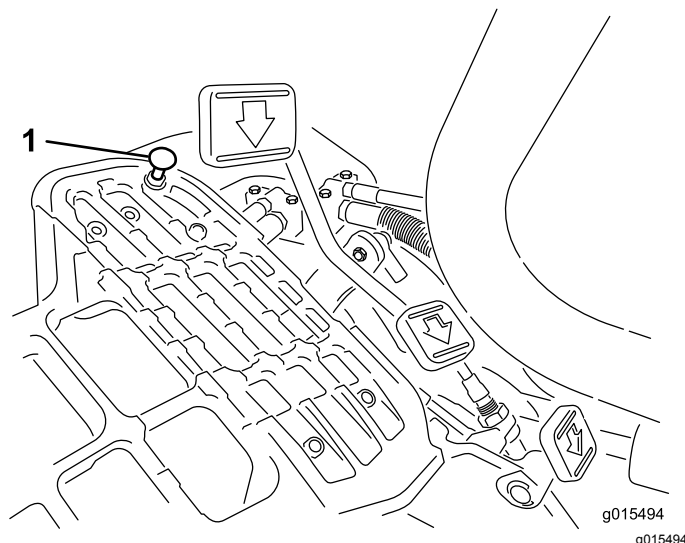

Bild 32
Stellen Sie den Funktionsschalthebel in die TRANSPORT-Stellung und treten Sie auf das Fahrpedal, um die maximale Transportgeschwindigkeit zu erreichen. Wenn das Pedal den Anschlag erreicht (Bild 32), bevor das Kabel gespannt ist, führen Sie folgende Einstellungsschritte aus:
1. Stellen Sie den Funktionsschalthebel in die TRANSPORT-Stellung. Lösen Sie die Sicherungsmutter, mit der der Pedalanschlag an der Bodenplatte befestigt ist (Bild 32).